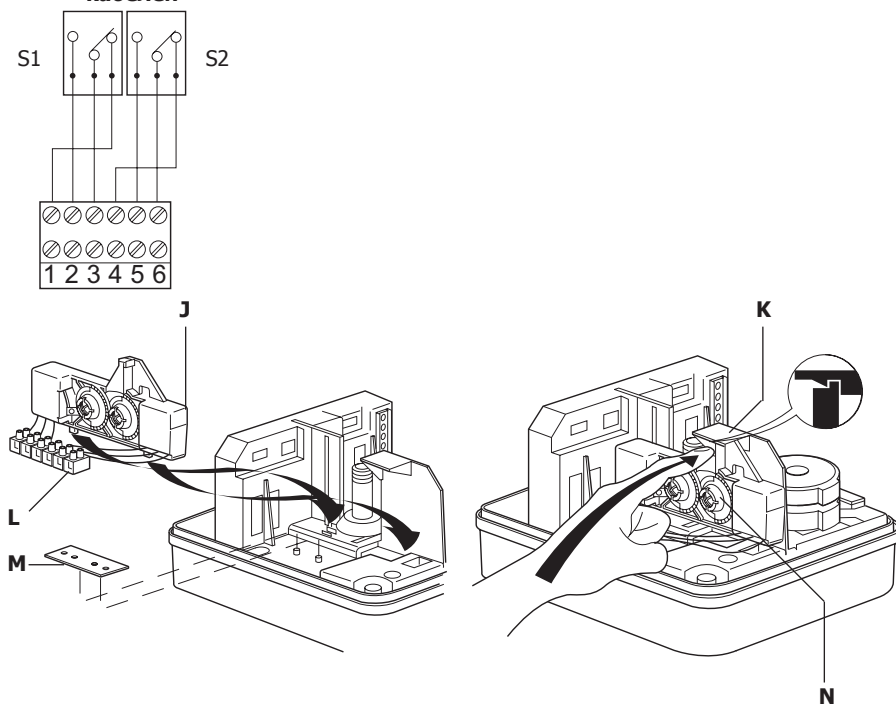

Рис. 15
1. Используя кронштейны на блоке концевых выключателей (**Ж**) установите блок в привод, как показано на рис. 15.
5. Соедините кабели как это показано на рис. 15.